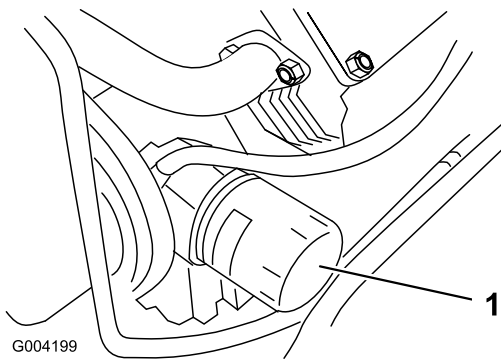

Figura 38
- Retire el filtro usado (Figura 38) y limpie con un paño la superficie de la junta del adaptador del filtro.